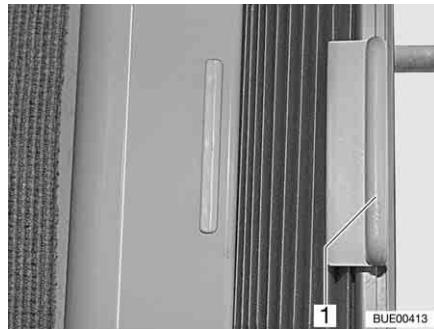

Bild 35 Plisségardin
**Öppna och stänga:** ■ Håll i plisségardinens handtag (Bild 35,1) och skjut åt höger eller vänster.